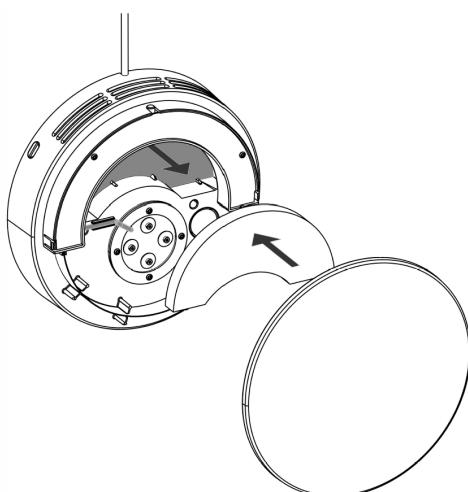

Abbildung 21 - Den inneren Filter wechseln
2. Die innere Abdeckung abnehmen. Den alten Filter herausnehmen und etwaige Verschmutzungen mit einem trockenen Tuch entfernen, siehe nachstehende Abbildung 21 unten.